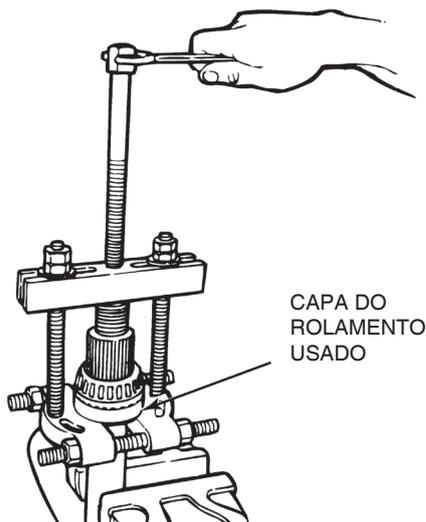

Figura 3.15
2. Instale uma ferramenta de extração de rolamento sobre o eixo de saída. Figura 3.15. A capa do rolamento suportará o eixo de saída.